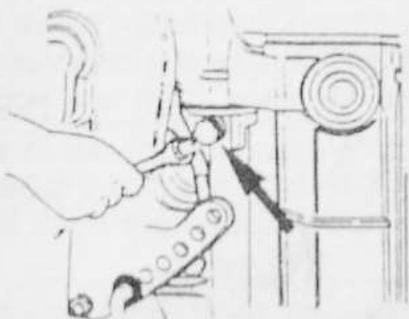

Fig. 7
- Si la direction est trop dure ou trop ferme, il est possible de la régler. Il suffit de serrer ou desserrer la vis située sur le côté du pivot moteur. (Fig. 7).